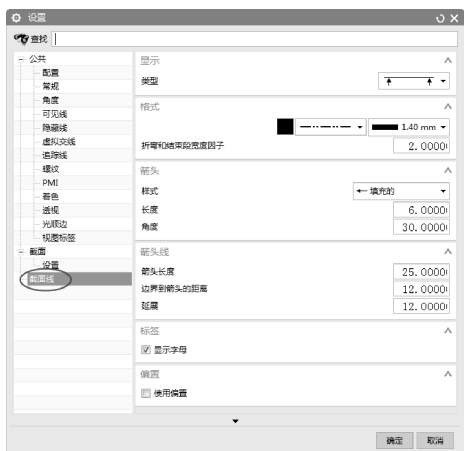

图 10-27 在【设置】对话框设置截面线型
- 【设置】：单击【设置】按钮，可以打开【设置】对话框设置截面线型，如图 10-27 所示。用户可对剖切线的形状、尺寸、颜色、线型、宽度等参数进行编辑。